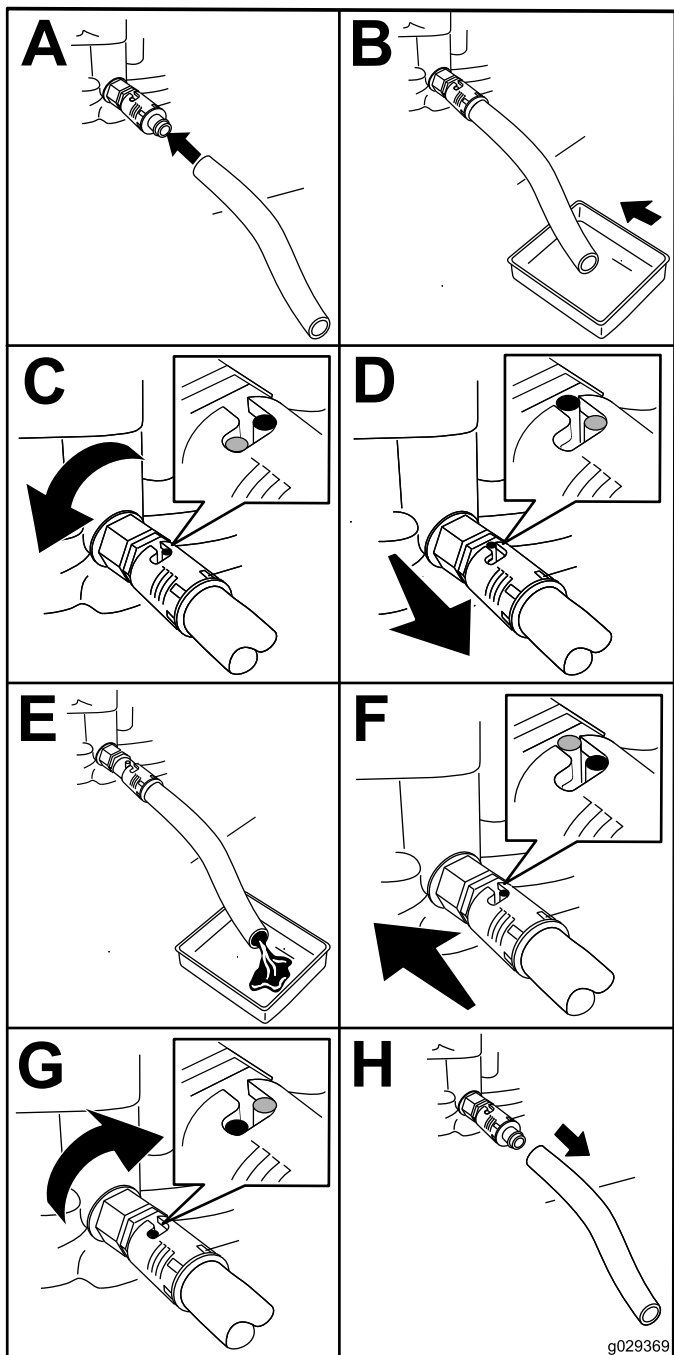

Figure 33
4. Vidangez l'huile moteur (Figure 33).